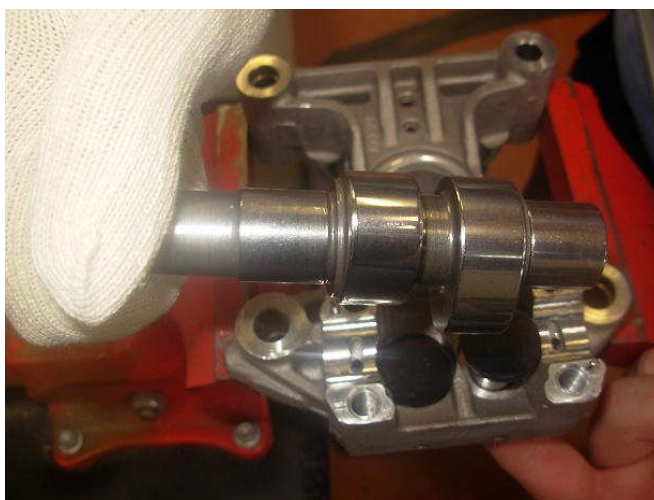

Fig. 8
- 12) Rimuovere l'albero a camme, i bicchierini e le astine (fig. 8) (***circolanti e stock***)